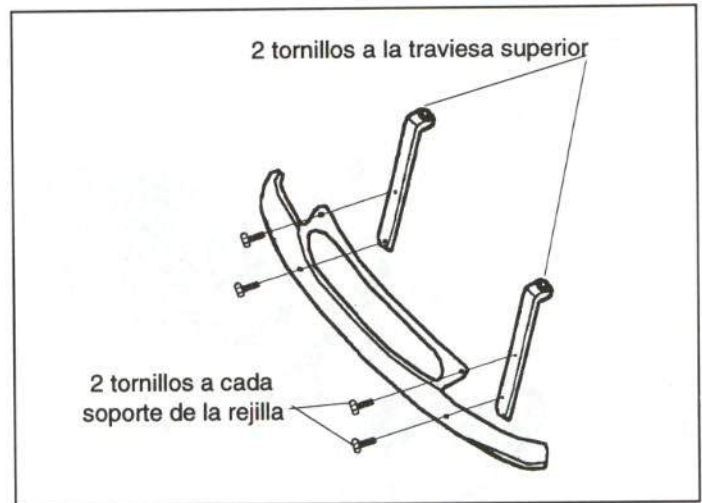

Figura 14.- Fijación de la rejilla frontal
La rejilla frontal va fijada mediante tornillos y grapas, cuyo número y distribución se muestran en la figura 14.
- Rejilla frontal (figura 14)